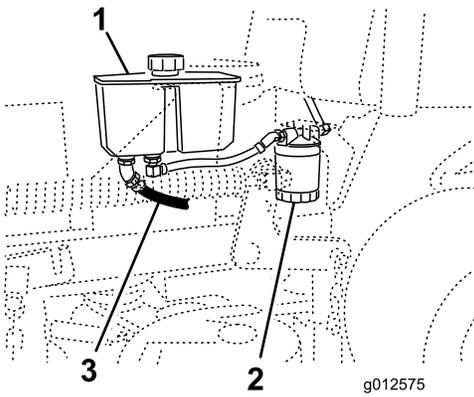

図 73
- 油圧オイル・タンクの下にある前油圧ホースを探し出し、その下にオイル受け容器を置く (図 73)。